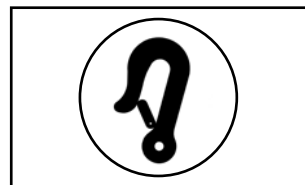

Figure 1
- Les positions des quatre points d'attache sur le Neox sont indiquées par un autocollant symbole de crochet (voir Figure 1).